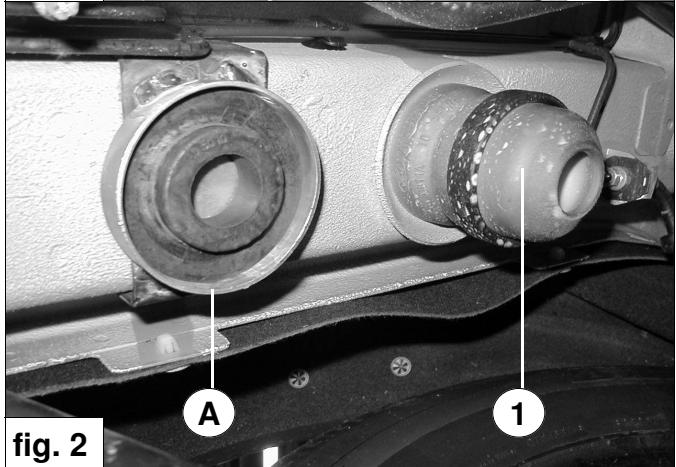

fig. 2
- Placez la patte supérieure **A** autour du longeron du châssis. Veillez à ce que la languette soudée se loge dans l'orifice du longeron et soit positionnée du côté du tampon **1**. Voir fig. 2.
- Montera det övre fjädersätet **A** runt chassi delen. Se till så att den sammanfogade remsan centrerar i hålet på chassi delen och är monterad i sidan på genomslagsgummit **1**. Se fig. 2